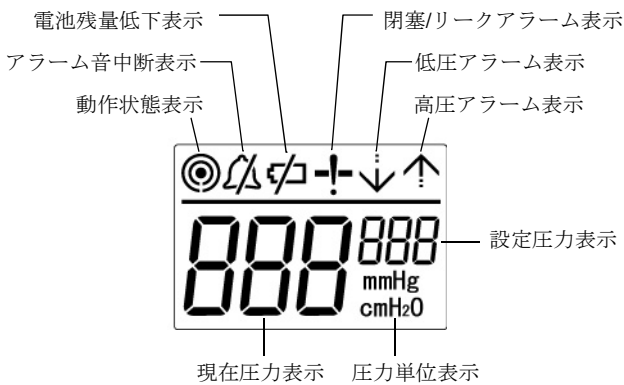

図2 液晶画面(全点灯時)
- (1) 電池は 2 本とも同じ種類の電池(単三形アルカリ乾電池または単三形ニッケル水素充電電池)を用いること。単三形アルカリ乾電池を使用する際は必ず新品を使用すること。単三形ニッケル水素充電電池を使用する際は満充電まで充電しておくこと。
- (2) 電池カバーが閉まっていることを確認すること。
- (3) ルアーロックコネクタに異物混入や閉塞がないか確認すること。
- (4) 電源を入れた直後に液晶画面の全ての表示が点灯することを確認すること(図 2 参照)。同時にアラームランプが点灯し、アラーム音が鳴ることを確認すること。
- (5) 起動時には現在圧力表示が"0"になっていることを確認すること。"0"と表示されていない場合は、取扱説明書のオフセット調整の項を参照し調整すること。
- (6) ルアーロックコネクタにインフレーションチューブを接続して、カフが膨らみ、リークが無いことを確認すること。接続する気管内チューブ又は気管切開チューブとの組み合わせに問題が無いか確認するため。
- (7) 有効期限が過ぎたもしくは異常が見られる気管内チューブ又は気管切開チューブを接続しないこと。